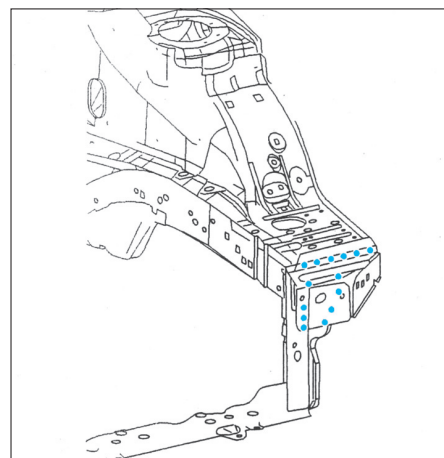

FIG. 42
- Poser l'appui absorbteur pare-chocs (Fig.42).